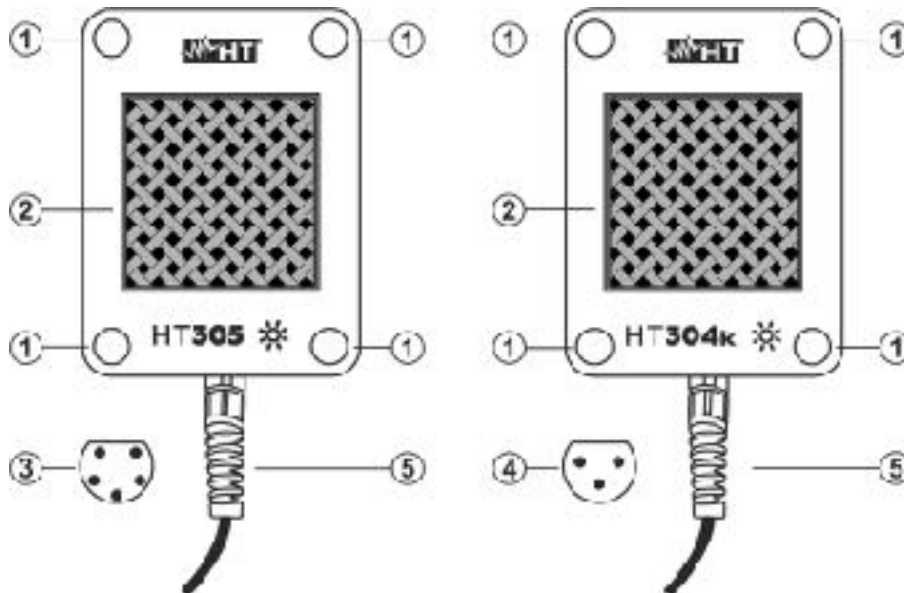

Fig. 1 Descripción del accesorio
4. Conecte el conector del cable de conexión (**5 pines** para el **HT305** o **3 pines** para el **HT304k** – vea la Fig.1 – partes 3 y 4) a la unidad remota SOLAR03 (HT305) o a la unidad remota SOLAR-02 (instrumentos Master con conector HT de 3 pines (HT304k)